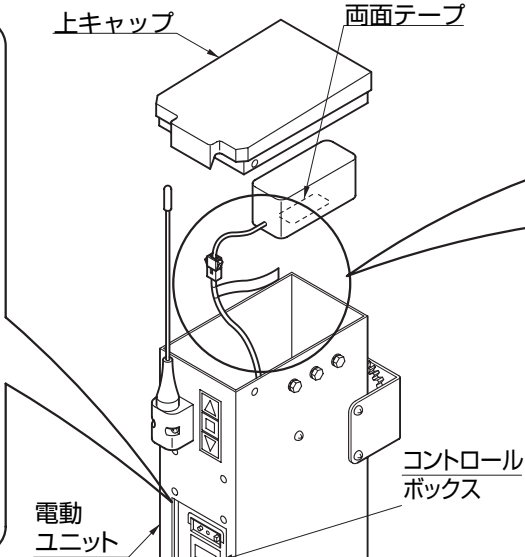

図13-3
- ②下キャップをはずし、膜付グロメットにカッター等で切れ目を入れてください。(図13-3参照)
- ③ソーラー用電源ケーブルとトランス用電源ケーブルを膜付グロメットの切れ目から通してください。(図13-3参照)